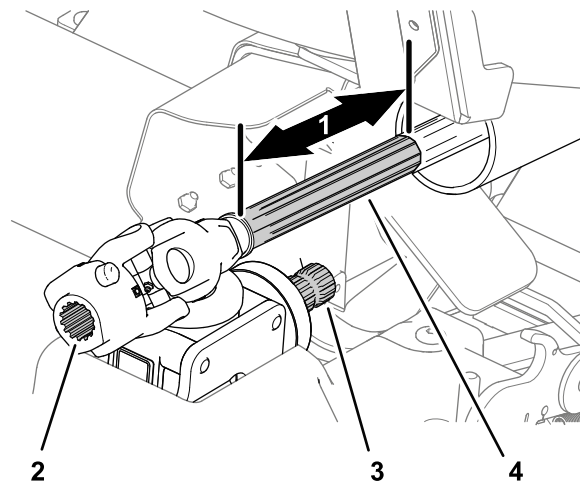

Figura 54
3. Curăați canelurile arborelui cutiei de viteze i canelurile arborelui de transmisie (Figura 54).
4. tergeți suprafaa de alunecare a arborelui de transmisie față (Figura 54).
5. Aplicați produs antigripare pe canelurile arborelui cutiei de viteze i ale cuplajului universal (Figura 54).
6. Aplicați produs antigripare pe suprafaa de alunecare a arborelui de transmisie față (Figura 54).
2. Trageți în față jumătatea frontală a arborelui de transmisie (Figura 54) cu aproximativ 25 de cm.